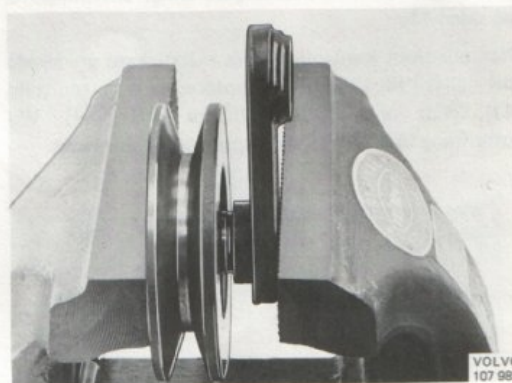

Bild 44. Hoppresning av spännrulle sen.utf.
5. Pressa remskivan på axeln (bild 44) och montera låsringen.